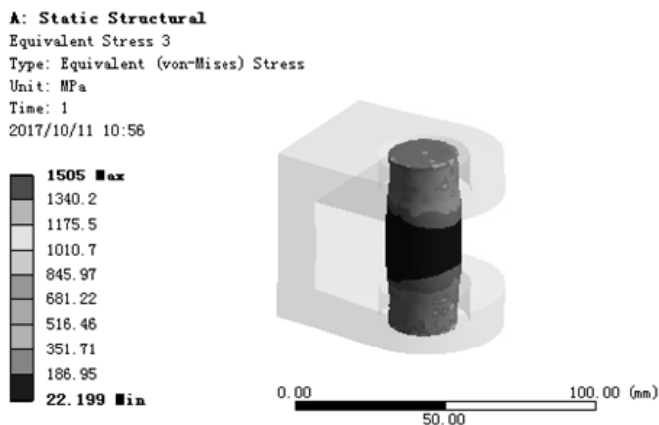

图 7.6.50 应力结果图解（几何体 2）
(5) 查看几何体 2 应力图解。在“Outline”窗口中选中  Equivalent Stress 3，查看图 7.6.50 所示的几何体 2 的应力结果，其最小应力为 22.199 MPa，其最大应力为 1505 MPa。